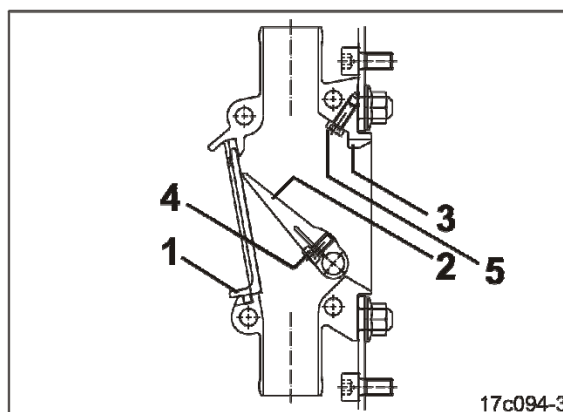

图 240
2. 将安装窗口（图 240/1）向上推并且向前从翻盖箱中抽出。
3. 将活门（图 240/2）相对于限位挡块（图 240/3）压住并且旋紧固定在轴上。内六角螺栓（图 240/4）不可旋拧过紧，确保活门不会被张紧。
4. 将锁紧螺栓（图 240/5）旋入并且不应承受任何应力，以确保活门能够顺利穿过螺栓头。